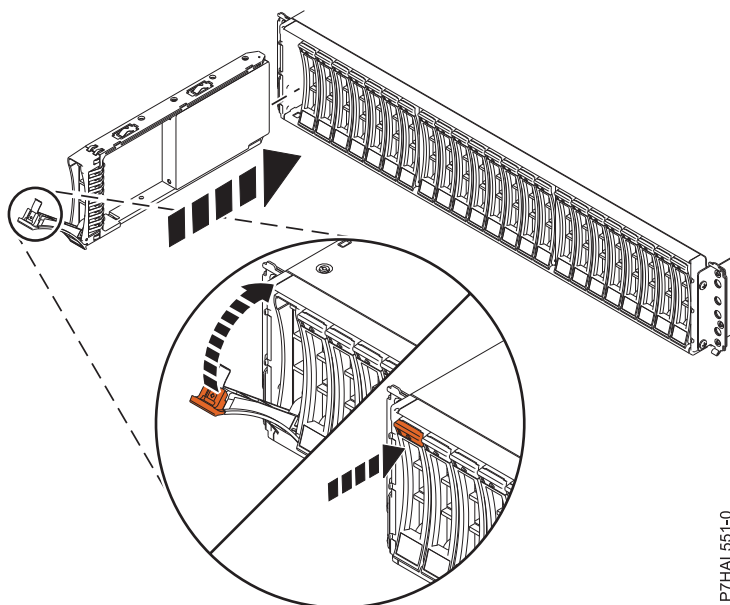

図 14. ディスク・ドライブ・エンクロージャーへのディスク・ドライブの取り付けまたは取り替え
3. ハンドルをアンロック位置にして (16 ページの図 14, を参照)、ドライブの底面を支え、拡張装置のガイド・レールに位置合わせします。
8. 示されている方向にベイ・ハンドル (A)を回転させて、ドライブをロックします。 16 ページの図 14